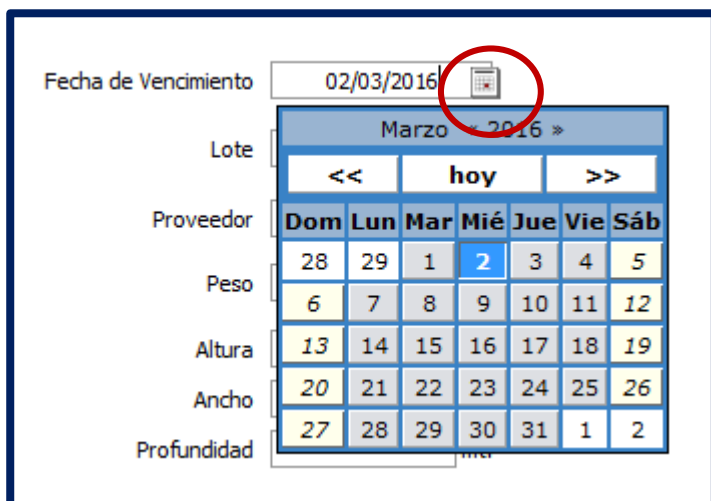

Imagen 54: Icono Calendario.
26.- Colocar en el **Campo “Fecha de Vencimiento”** la fecha de vencimiento del Artículo, esto solo en caso de que el artículo sea de tipo perecedero, para realizar esto existen dos formas de hacerlo, la primera es colocar la fecha en el campo de forma manual y la segunda forma es haciendo clic al **Icono “Calendario”** (imagen 54) el cual se encuentra resaltado en un círculo de color rojo, al darle clic se desplegará el calendario.